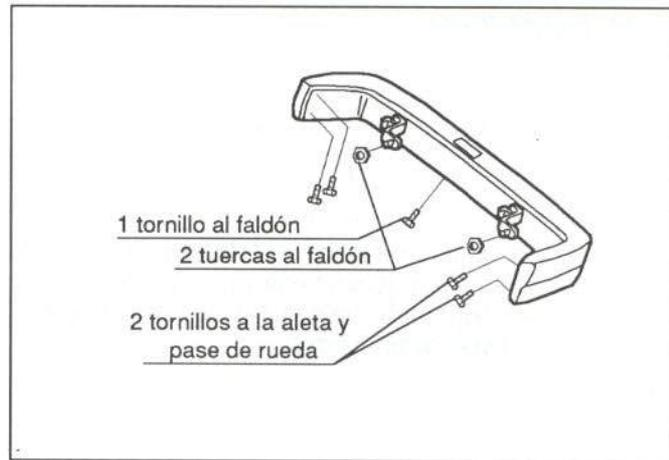

Figura 58.- Unión al paragolpes trasero
En la figura 58 se muestra la fijación del paragolpes trasero.
- Paragolpes trasero (figura 58)